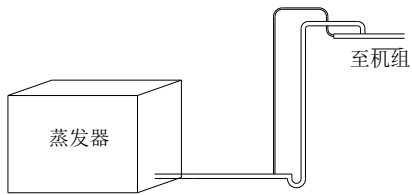

图 4
- ⑤ 当机组具有能量调节运行时，应考虑其吸气管道的设计不仅能满足最大工作容量，而且还必须满足最小工作容量，应采用双上升吸气竖管，以保证压力损失在允许范围内，并使润滑油能被气流带回压缩机中；（见图 4）